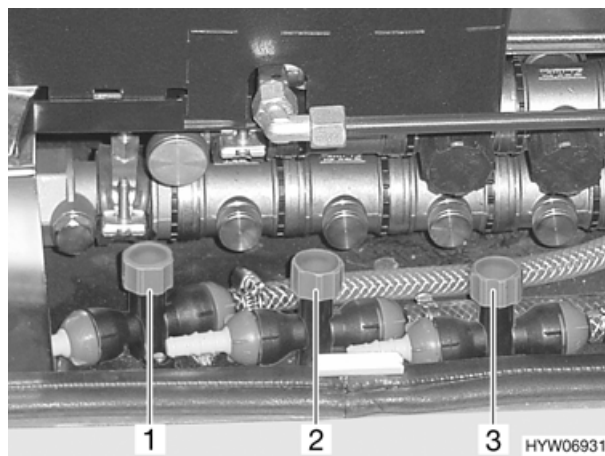

Fig. 85 Valvole di scarico
- Chiudere le valvole di scarico: chiudere le valvole (Fig. 85, 1, 2 e 3) in senso orario. L'ubicazione delle valvole di scarico è riportata nella tabella delle "Posizione delle valvole di scarico" alla fine del presente capitolo.
- Girare in senso antiorario le valvole di scarico (Fig. 85,1,2 e 3).